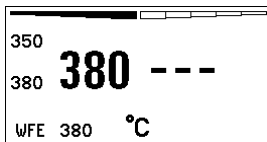

Abb. 38: WFE Anschluss vorne
Die WX 2 Lötstation erkennt automatisch, welches Zusatzgerät angeschlossen ist. Die WX 2 Lötstation zeigt links (Schnittstelle vorne (11), siehe Abb. 38) oder rechts (Schnittstelle hinten) das Symbol oder den Namen des angeschlossenen Zusatzgeräts (31/25) an.